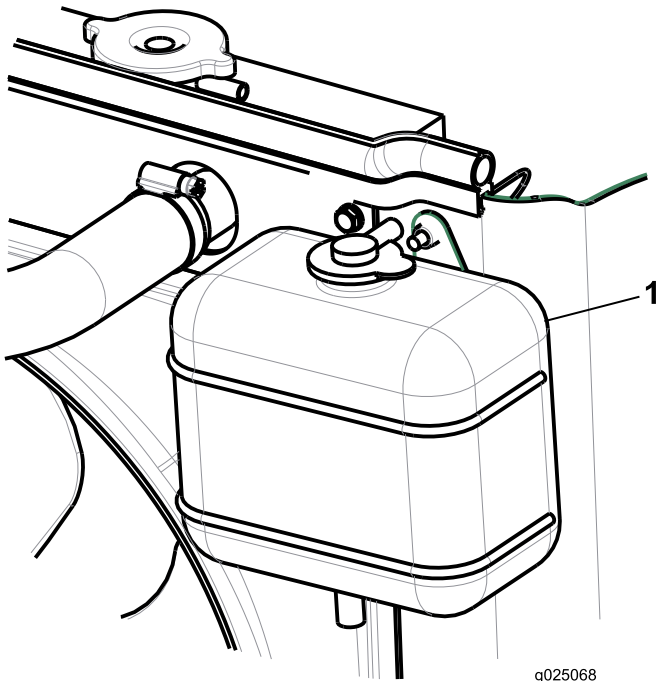

Figura 28
2. Compruebe el nivel de refrigerante en el depósito de expansión (Figura 28).